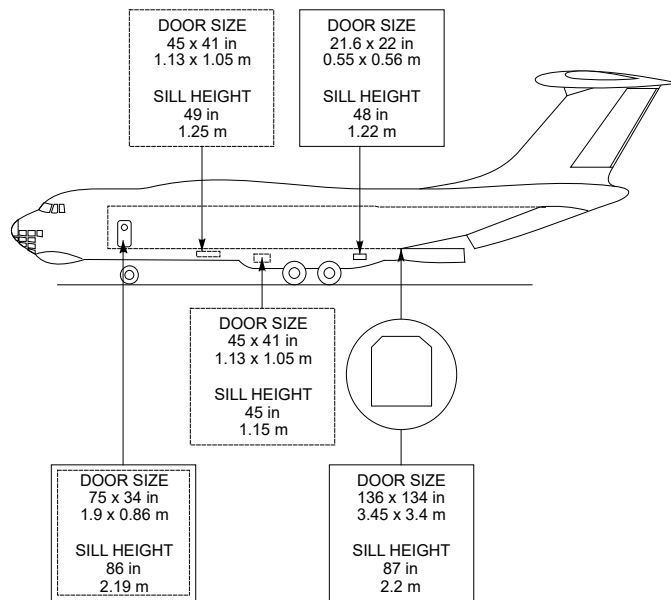

Рисунок 13. Двери, высота порогов и габариты Ил-76ТД-90ВД
- Рисунок 13. Двери, высота порогов и габариты Ил-76ТД-90ВД.